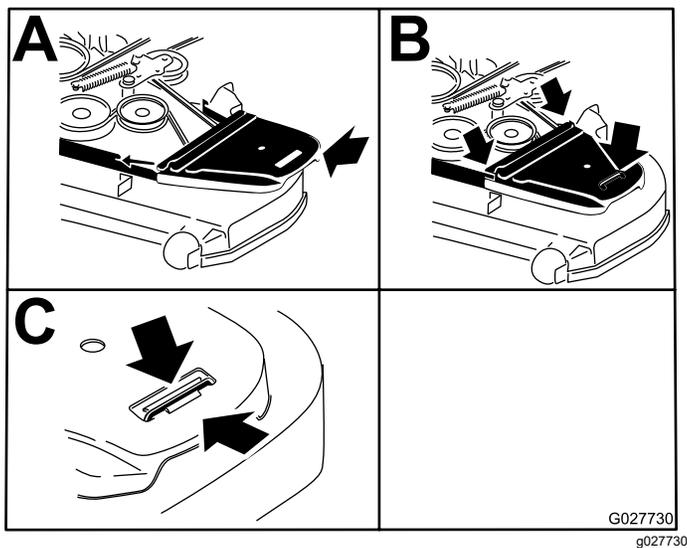

Рисунок 63
- Встановіть кришки ременів та прикріплені до них болти (Рисунок 63).